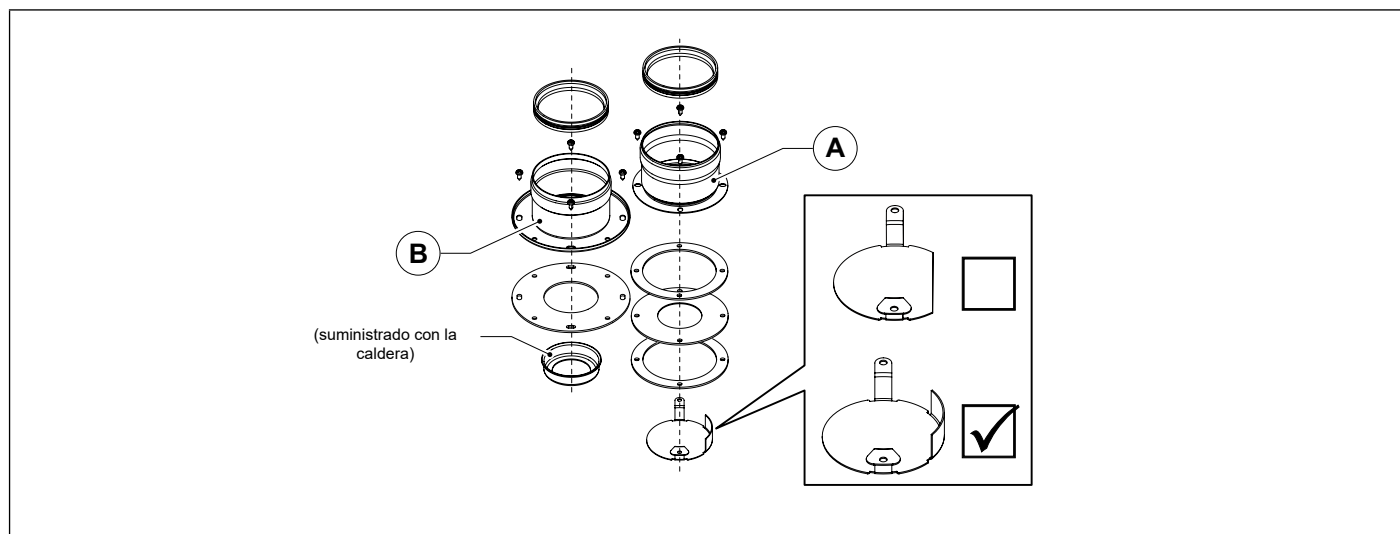

Fig. 21 OSDOPPIA13
- Instalar el deflector de aire específico (ver Fig. 21 OSDOPPIA13).